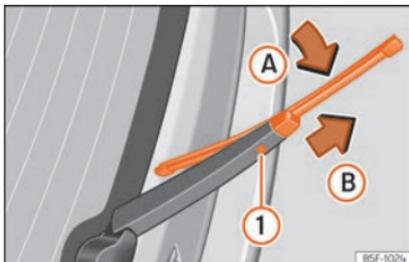

Abb. 86 Scheibenwischerblatt der Heckscheibe auswechseln.
- Wischerblatt leicht drehen »» Abb. 86 (Pfeil A).
- Die Entriegelungstaste ❶ gedrückt halten und gleichzeitig das Scheibenwischerblatt in Pfeilrichtung B abziehen.
- Neues Heckscheibenwischerblatt **gleicher Länge und Ausführung** auf den Scheibenwischerarm entgegen der Pfeilrichtung B schieben, bis der Mechanismus ❶ einrastet.